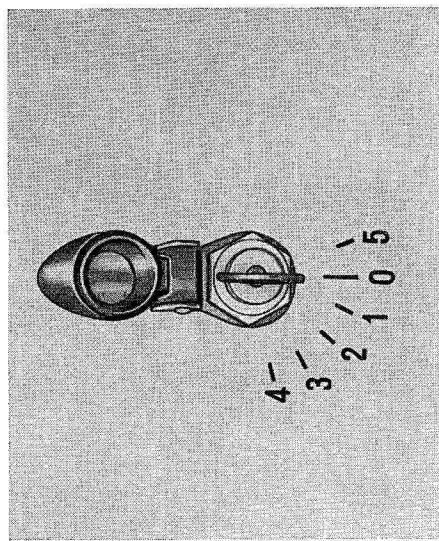

Fig. 5. - Commutatore dell'impianto elettrico.
Funziona sempre anche con la chiave del commutatore (fig. 5) sfilata. Tirate verso l'esterno per inserire le luci interruttenti e premete per disinserrirle.
4. Inserite la chiave nel commutatore dell'impianto elettrico e ruotate nella posizione 1 (fig. 5).
NOTA - Con motore in moto lasciate la chiave del commutatore in una delle posizioni **1-2-3-4** (fig. 5), per permettere la ricarica della batteria ed il funzionamento dei segnalatori luminosi situati sul quadro di controllo.
Tirate a fondo il pomello 11, fig. 4. A motore fermo ruotate la chiave del commutatore dell'impianto elettrico (fig. 5) nella posizione 0 oppure nella posizione 5 se necessita l'uso delle luci.